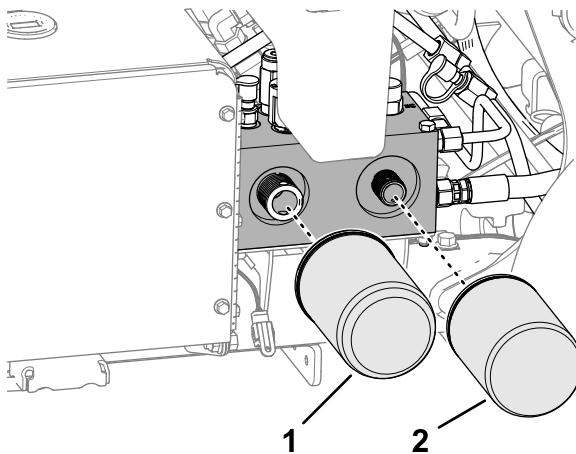

Рисунок 181
- Поместите поддон под фильтры, снимите старые фильтры и начисто протрите поверхность прокладки переходника фильтра (Рисунок 181).